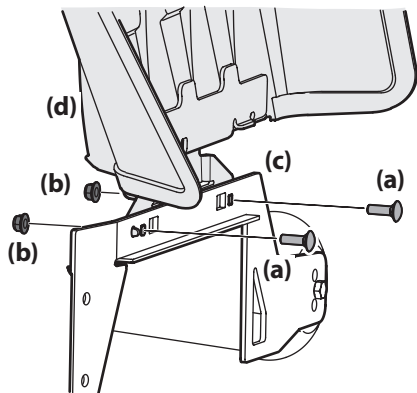

Figure 2-5
1. Retirez les boulons de carrosserie (a) et les écrous autobloquants à bride (b) du support de montage (c) sur le plateau de coupe. Voir Figure 2-5.
2. Utilisez la quincaillerie (a et b) retirée à l'étape précédente pour installer le déflecteur d'éjection (d) sur le plateau de coupe. Voir Figure 2-5.